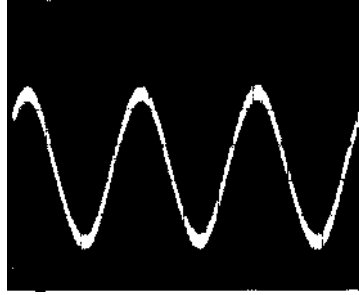
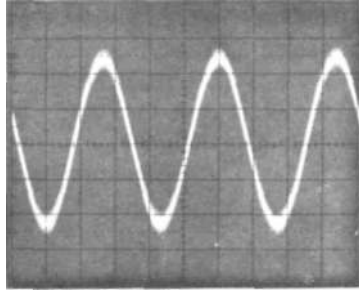

Figura 20.
Figura 21.
*Ajuste el control de posición horizontal (POSITION) hasta que la parte izquierda de la traza esté alineada con la línea vertical de la extrema izquierda de la graticula. Coloque los controles SOURCE en la posición /NT, MODE en NORM y SLOPE en (+) y aplique nuevamente la señal (toque el extremo de la punta de prueba); la imagen observada es similar a la dada en la Figura 20.*
*Cambiando solamente el control SLOPE de positivo (+) a negativo (—), la imagen aparecerá como la forma de onda de la Figura 21.*
*Observe que el comienzo de la traza de la onda en el primer caso (Figura 20) tiene una pendiente positiva, y que el comienzo de la traza del segundo caso (Figura 21) tiene una pendiente negativa.*